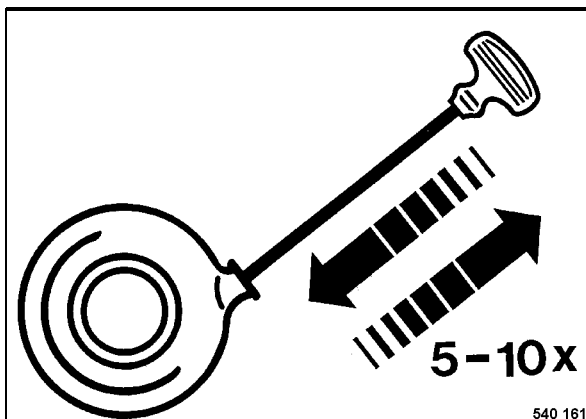

Fig. 14
- Tirar el cable por la empuñadura de arranque 5 a 10 veces ligeramente hacia afuera hasta se percibe la disminución de la resistencia (Fig. 14).